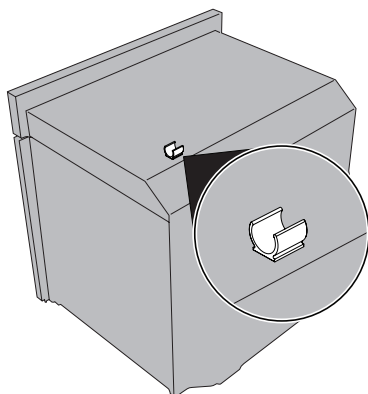

Figura 7
3. Si está presente, retire el soporte del cable del conducto de la parte superior trasera del horno (Figura 7).